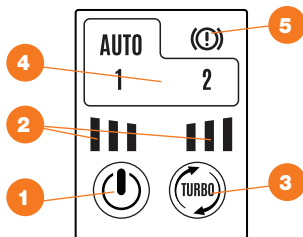

Рис. 9
- Для включения пилы, нажмите на кнопку включения **1** (Рис. 9) на панели управления. Выберите необходимый вам режим работы с помощью кнопки переключения режимов **3** (Рис. 9). Выбранный режим отобразится на панели управления.
- Выключите изделие с помощью кнопки включения ① (Рис. 9) на панели управления.